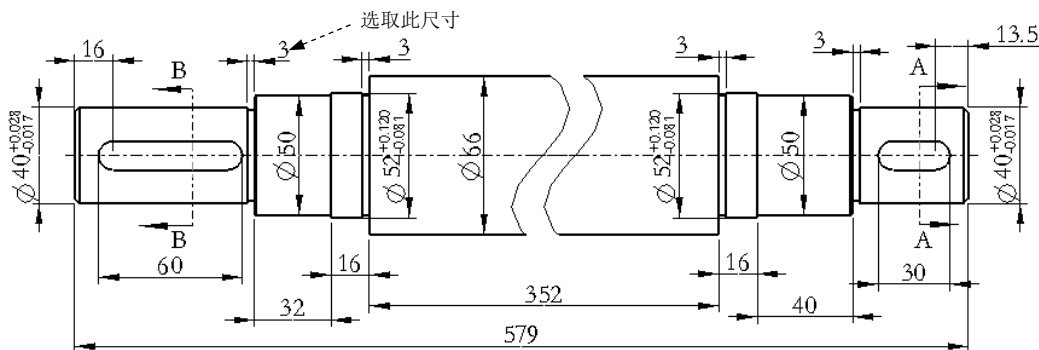

图 5.9.18 显示直径符号和公差
(2) 在对话框的 **属性** 选项卡 **值和显示** 区域的 **小数位数** 文本框中输入数值 3，在 **公差** 区域的 **公差模式** 下拉列表中选择 **加-减** 选项，在 **上公差** 文本框中输入数值 0.028，在 **下公差** 下拉列表中输入数值 -0.017。
(3) 在对话框中打开 **显示** 选项卡，单击以激活 **前缀** 文本框，然后在对话框的下方单击 **文本符号...** 按钮，在弹出的“文本符号”对话框中单击 $\varnothing$ 按钮，在 **前缀** 文本框中插入符号“ $\varnothing$ ”。
(4) 单击对话框中的 **确定** 按钮，关闭“尺寸属性”对话框，此时在所选尺寸的文本中将显示直径符号和公差值，如图 5.9.18 所示。
(5) 参照上面的步骤，为其他尺寸添加直径符号和公差，结果如图 5.9.18 所示。
(1) 双击图 5.9.18 所示的尺寸，在弹出的“尺寸属性”对话框中选取 **显示** 选项卡，单击以激活 **后缀** 文本框，并输入符号和数值 $\times 1$ ，单击 **确定** 按钮，此时该尺寸如图 5.9.19 所示。